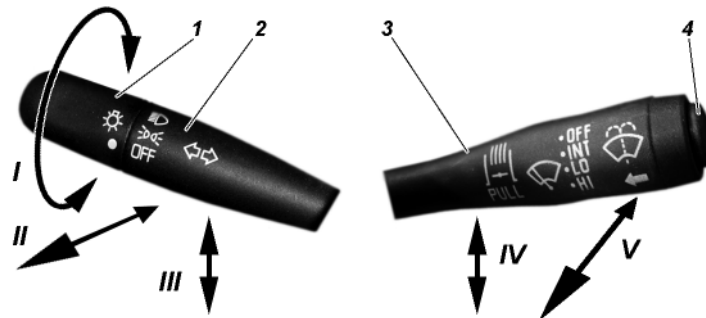

Рис. 3.3. Рулевые multifunctional переключатели:
**2 - рулевые multifunctional переключатели (рис. 3.3);**
На рис. 3.3 изображены рулевые многофункциональные переключатели.